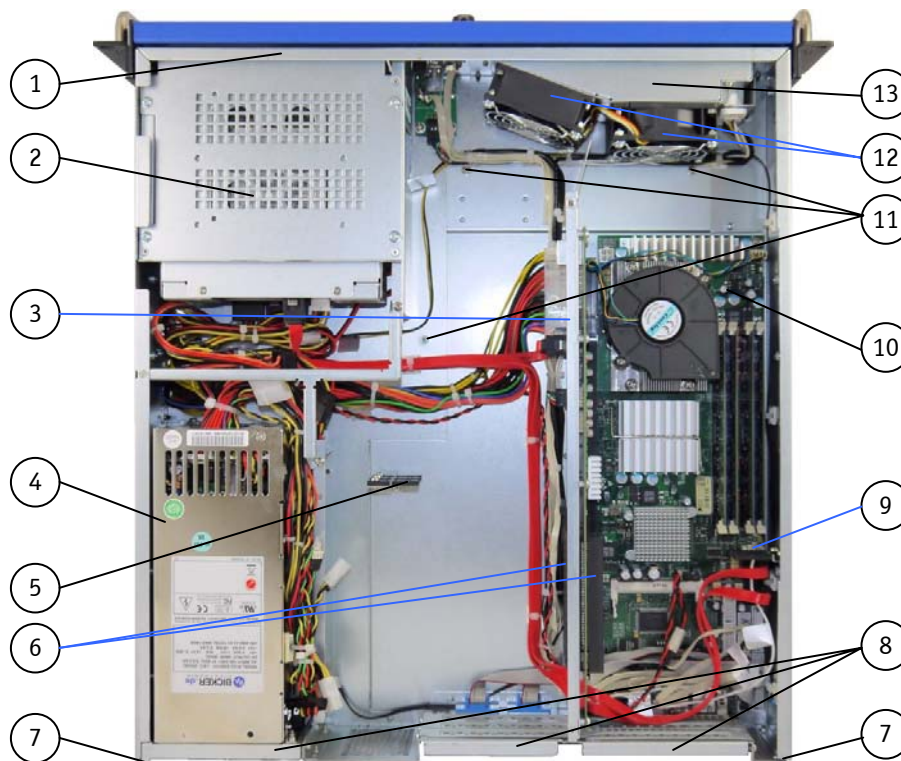
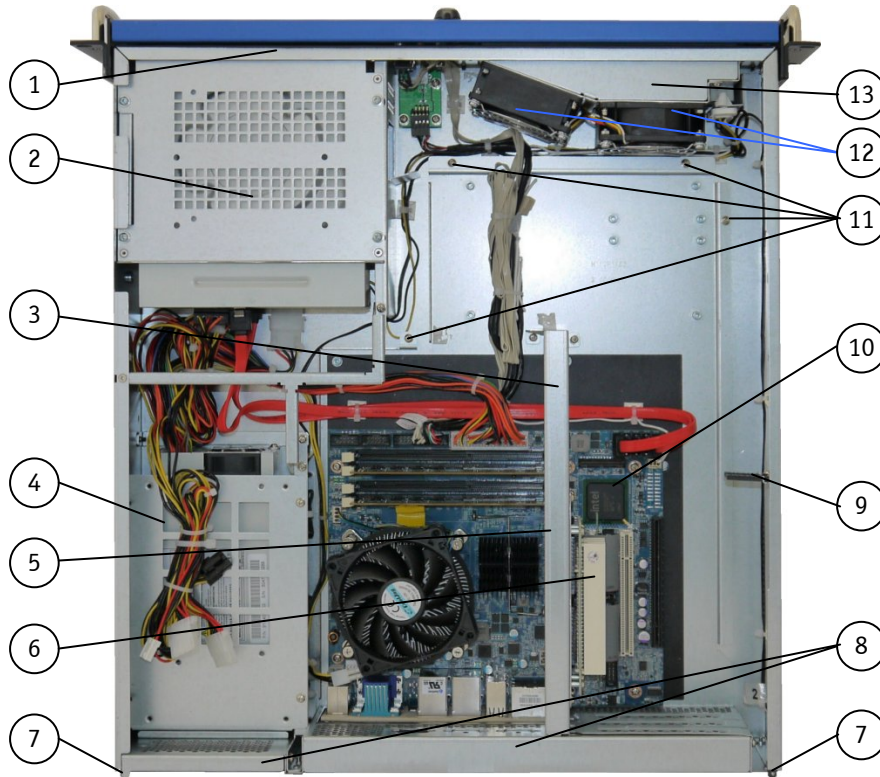
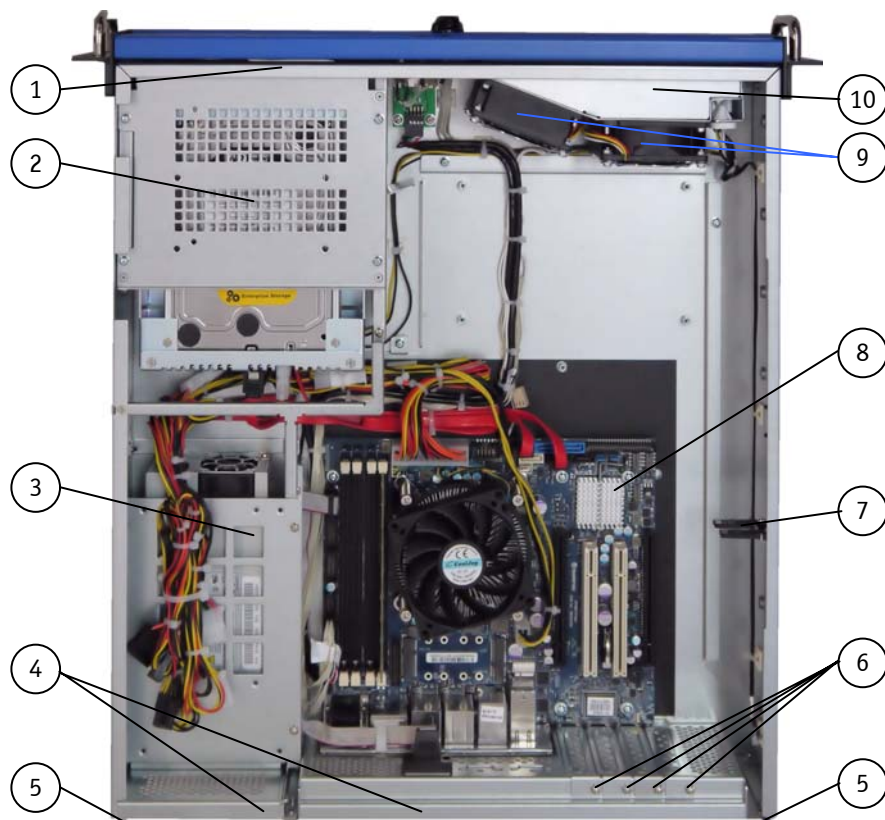
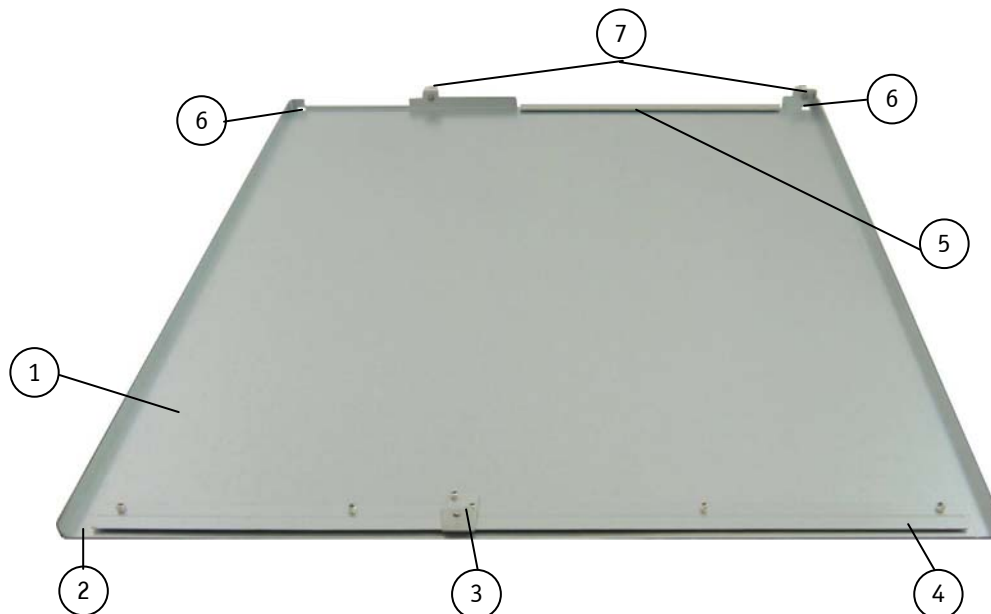

Abb. 28: KISS 2U V2-Konfiguration mit PCI 760-SBC (Single Board Computer)
Abb. 29: KISS 2U V2-Konfiguration mit KTQ45/Flex Mainboard
Abb. 30: KISS 2U V2- mit KTQ67/Flex Mainboard (im Bild Konfiguration für Low-Profile-Zusatzsteckkarten)
Abb. 31: Innenseite des Deckels mit Fixierungslaschen
Die Befestigung des Deckels erfolgt über zwei Laschen an der Frontseite des Deckels (Abb. 31, Pos.3 und Pos. 4), zwei Fixierungslaschen mit Rändelschrauben an der Rückseite des Deckels (Abb. 31, Pos.7), und die Deckel-Anziehschraube (Abb. 9, Pos. 6) an der Frontseite der KISS 2U V2-Plattform.
- ❑ Frontseitig: die Fixierungslasche (Abb. 31, Pos. 4) unter die entsprechende Deckelhaltelasche an der Frontseite (Abb. 28, Abb. 29 und Abb. 30, Pos. 1) des Gehäuses eingeführt wird.
- ❑ Rückseitig: müssen die Positionier- und Deckelhaltelaschen (Abb. 28 und Abb. 29, Pos. 7 und Pos. 8, und Abb. 30, Pos. 4 und 5) in die entsprechenden Positionierlöcher und Fixierungslasche (Abb. 31, Pos. 6 und Pos. 5) des Deckels eingeführt werden.
Den Deckel an der Frontseite über die Zentrierlasche (Abb. 31, Pos. 3) und die Deckel-Anziehschraube (Abb. 9, Pos. 6) und an der Rückseite mit den Rändelschrauben (Abb. 31, Pos. 7) sichern.
3. Ziehen Sie den Deckel kurz nach hinten (Abb. 34), um die Zentrier- und Fixierungslasche des Deckels (Abb. 31, Pos.3 und Pos. 4) aus der Deckelhaltetasche (siehe Abb. 28, Abb. 29, Pos. 1) des Gehäuses an der Frontseite und die Positionier- und Deckelhaltetaschen (siehe Abb. 28, Abb. 29, Pos. 7 und Pos 8) aus der rückseitigen Fixierungslasche und Positionierlöcher (Abb. 31, Pos. 5 und Pos. 6) des Deckels herauszuziehen.
5. Bei KISS 2U V2-Systeme mit SBC lösen Sie die drei Befestigungsschrauben (Abb. 28, Pos. 11) und die vier Befestigungsschrauben an der Rückseite (Abb. 13 und Abb. 14, Pos. 4). Legen Sie die Schrauben für später beiseite.
6. Bei KISS 2U V2-Systeme mit Mainboard (nicht bei Systemkonfiguration für Low Profile-Karten) lösen Sie die vier Befestigungsschrauben an der Rückseite (Abb. 17, Pos. 4) und die vier Befestigungsschrauben (Abb. 29, Pos. 11). Legen Sie die Schrauben für später beiseite.
2. Lösen Sie die Befestigungsschrauben der Steckplatzblenden oder der Kartenslots (Abb. 30, Pos. 6) und legen sie diese für später beiseite.